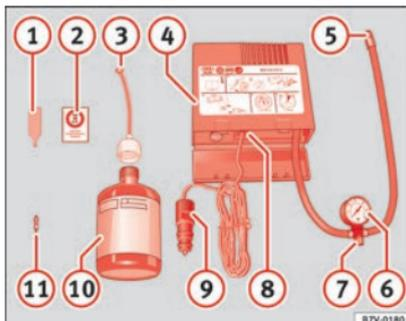

Abb. 132 Prinzipdarstellung: Bestandteile des Pannensets
Das Pannenset befindet sich im Gepäckraum unter dem Bodenbelag. Es besteht aus folgenden Bestandteilen » Abb. 132:
- Mit dem Ventileinsatzdreher » Abb. 132 ① den Ventileinsatz aus dem Reifenventil herausdrehen und auf einen sauberen Untergrund legen.
- Reifenfüllflasche » Abb. 132 ⑩ einige Male kräftig hin- und herschütteln.
- Einfüllschlauch » Abb. 132 ③ fest im Uhrzeigersinn auf die Reifenfüllflasche schrauben. Die Folie am Verschluss wird automatisch durchstoßen.
- Verschlussstopfen vom Einfüllschlauch » Abb. 132 ③ entfernen und das offene Ende ganz auf das Reifenventil stecken.
- Ventileinsatz mit dem Ventileinsatzdreher » Abb. 132 ① wieder in das Reifenventil schrauben.
- Reifenfüllschlauch » Abb. 132 ⑤ des Luftkompressors fest auf das Reifenventil schrauben.
- Prüfen, ob die Luftablassschraube » Abb. 132 ⑦ zuge dreht ist.
- Kabelstecker » Abb. 132 ⑨ in eine 12-Volt-Steckdose im Fahrzeug stecken » Seite 73.
- Luftkompressor mit dem EIN- und AUS-Schalter » Abb. 132 ⑧ einschalten.
Den Reifenfüllschlauch » **Abb. 132**  wieder anschließen und den Reifenfülldruck an der Reifenfülldruckanzeige  ablesen.